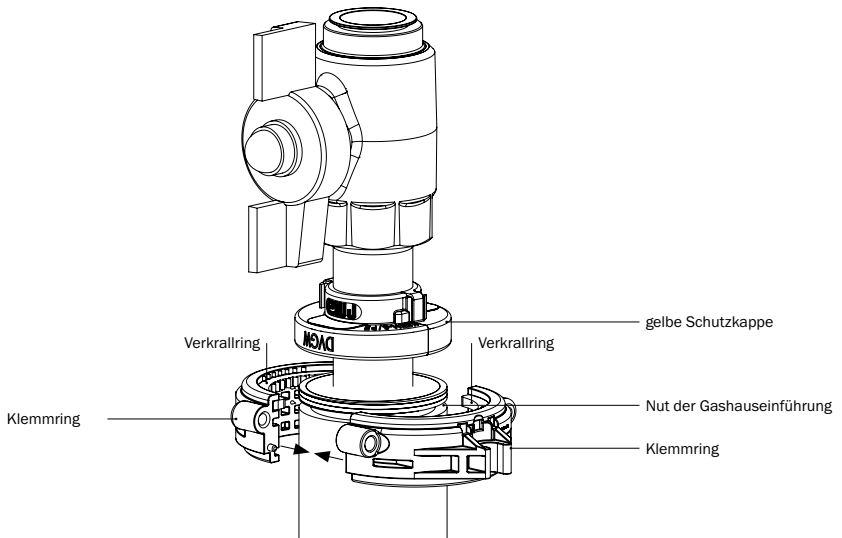

Abbildung 5.5: Positionierung 2-teiliger Klemmring
- Anschließend beide Teile des Klemmrings mit den eingelegten Verkrallringen um die Gashauseinführung legen, so dass der Verkrallring in die Nut der Gashauseinführung findet (s. Abbildung 5.5).